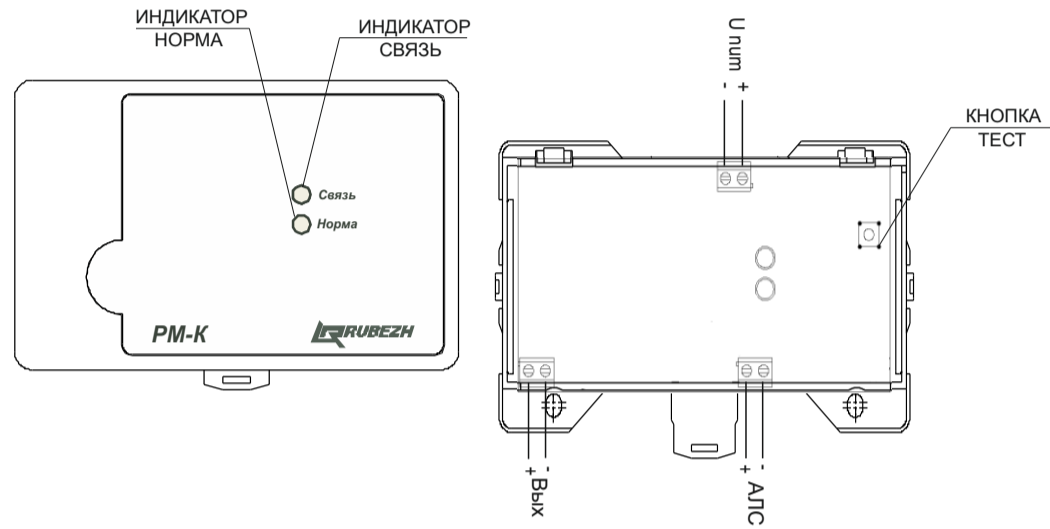

Рисунок 1
5.1 Конструктивно релейные модули выполнены в виде блока, состоящего из пластмассового корпуса (основание и крышка), внутри которого размещена плата с радиоэлементами (Рисунок 1).
7.5 Для конфигурирования релейного модуля, подключенного к АЛС, начальный адрес которого неизвестен, необходимо зайти в меню прибора, выбрать пункт «Настройка» («Конфигурация») => «Сервис»=> «Адресация устройств» и нажать кнопку ТЕСТ на релейном модуле (Рисунок 1). На экране прибора откроется меню параметров релейного модуля: